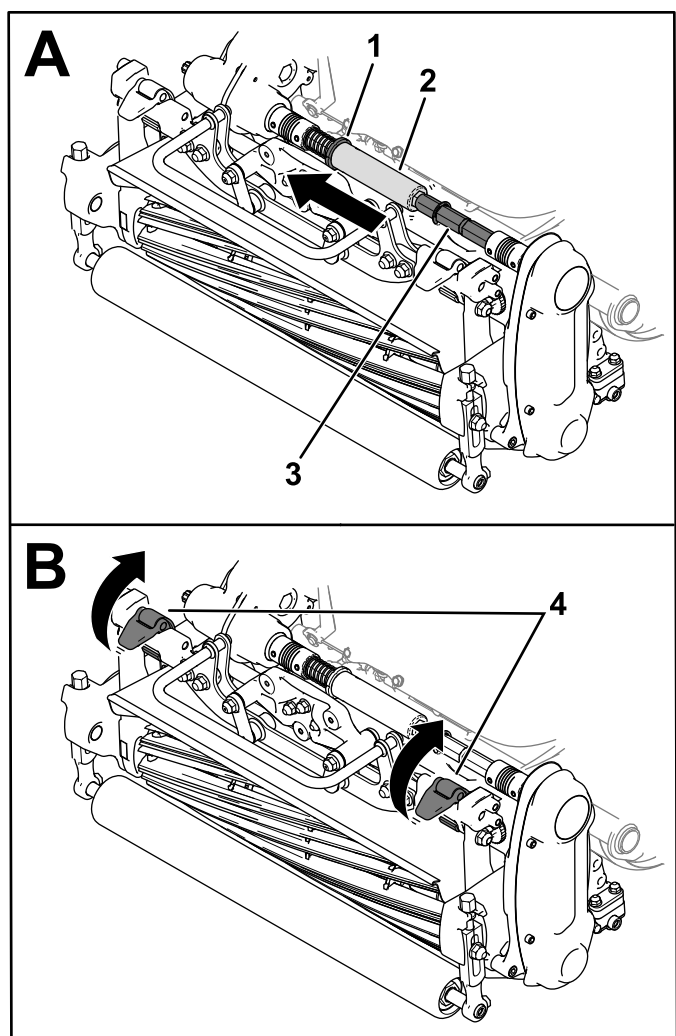

Figura 38
3. Mova o anel (Figura 38) para a ranhura da união da unidade de corte.
4. Deslize o tubo hexagonal para fora do veio da união da unidade de corte (Figura 38).
5. Mova os trincos da suspensão para cima para libertar a unidade de corte da máquina (Figura 38).